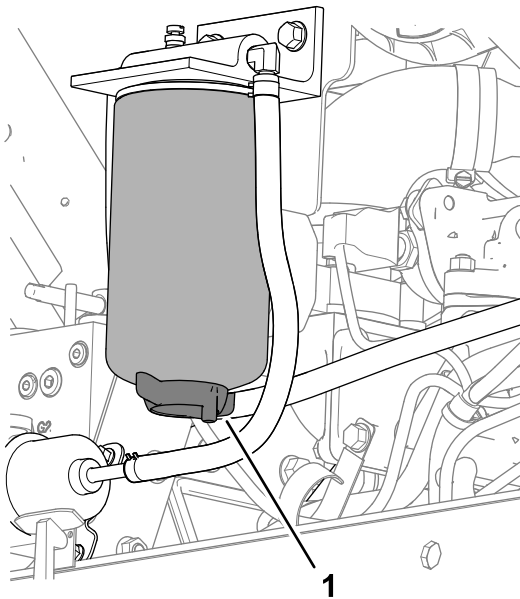

Figura 80
3. Coloque um recipiente de escoamento por baixo do filtro separador de água-combustível (Figura 80).